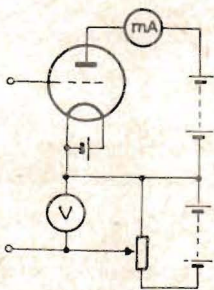
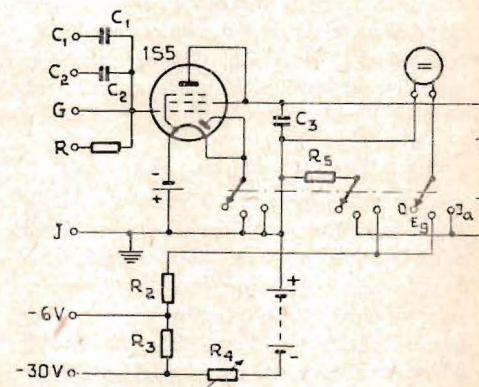

Fig. 1. Slide-back-principen.
Fig. 2. Apparats principischema.
Principen framgår av fig. 1. Med ingångsklämmorna t. v. kortslutna inställes potentiometern så att anodströmmen antar ett visst, lågt värde. Voltmtern avläses. Kortslutningen avlägsnas, och spänningen som skall mätas tillföres klämmorna — med pluspolen mot gallret om det är likspänning. Anodströmmen ökar härvid, men genom att ändra potentiometern så att den negativa gallerförspänningen blir större återställer man anodströmmen till dess ursprungliga värde. Voltmtern avläses ånyo. Skillnaden mellan voltmeterutslagen, dvs. den ökning som behövdes för att kompensera den utifrån tillförda spänningen, är lika med denna. Detta gäller likspänning. Vid växelspanning får man på detta sätt maximalvärdet.
I praktiken kan de båda instrumenten ersättas med ett enda, om man arrangerar så att det ömsevis kan kopplas in i galler- och anodkretsen. Fig. 2 visar ett praktiskt schema enligt denna princip. Här nyttjas en diod-pentod av miniatyrtyp, 1S5. I apparaten i vinjett-
bilden användes en äldre triod, och även i ett par andra avseenden avviker dess schema från fig. 2. Vridspolinstrumentet är som synes försett med stift så att det är påstickbart och kan användas även i andra sammanhang. Det ersättes med en hörtelefon, när apparaten användes som signalsökare. För den som experimenterar är det också mycket praktiskt att ha schemat utanpå apparaten, då man genast ser vad den kan användas till.
För att återgå till fig. 2 är med omkopplaren i första läget (0) alla batterier fränslagna. I andra läget,  $E_g$ , är mätinstrumentet inlagt i gallerbatteriets krets och utgör voltmeter för gallerförspänningen. I tredje läget,  $I_a$ , ingår det i anodkretsen. För att belastningen på batterierna i lägena  $E_g$  och  $I_a$  skall vara oförändrad, ersättes instrumentet med ett motstånd  $R_5$  med samma resistans som mA-metern. Annars blir det lätt tillfälliga fluktuationer i spänningarna, och liknande gäller för glödströmmen. Motstånden  $R_2$  och  $R_3$  beräknas i förhållande till mA-meterns inre resistans som vanliga förkopplingsmotstånd. I modellapparaten (med fullt utslag för 1 mA och 0,1 V på instrumentet) är de resp. 5 900 ohm och 24 000 ohm. I stället för 6 och 30 volt som mätområden kan man välja andra värden, t. ex. 5 och 25 V, beroende på instrumentets gradering.  $R_4$  är en logaritmisk potentiometer på 0,5 megohm kopplad som variabelt motstånd med maximum i högra ändläget. Att seriekoppla den med voltmetermotstånden medför lägre strömförbrukning än med koppling som i fig. 1, men man kommer aldrig upp till 0 volt på gallerförspänningen om gallerbatteriets pluspol vore kopplad till